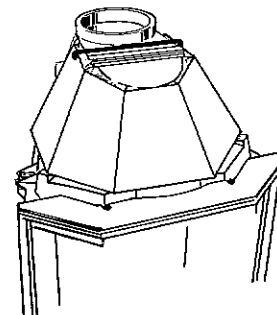

Fig. 6 Plassering varmeskjold
7. Sett skjoldet på røykklokken som vist på fig. 6.